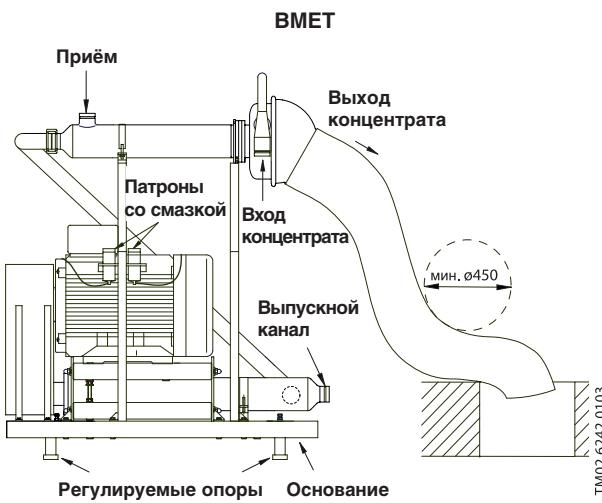

Рис. 3
Конец рукава всегда должен быть выше самого высокого допустимого уровня воды в дренажной системе. Рукав должен быть закреплен на опорах, см. рис. 3.
7. **BMET:** Свободный выход концентрата. Подключение рукава концентрата, см. рис. 3.